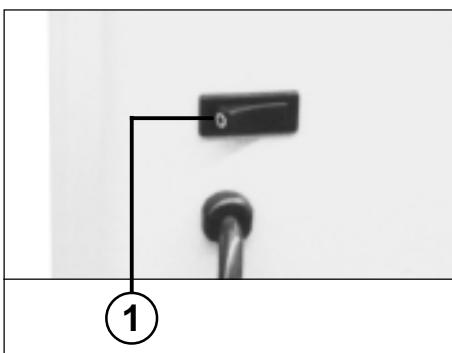

Fig. 1
Apparaat met de tuimelschakelaar (1) (Fig. 1) inschakelen. Als teken van bedrijfsvaardigheid brandt het controlelampje "Gereed" (5) en ook het lampje in de rode stoptoets "S" (3) (Fig. 2).
- De drukschakelaar voor terugdraaien (3) (fig. 1) even indrukken.